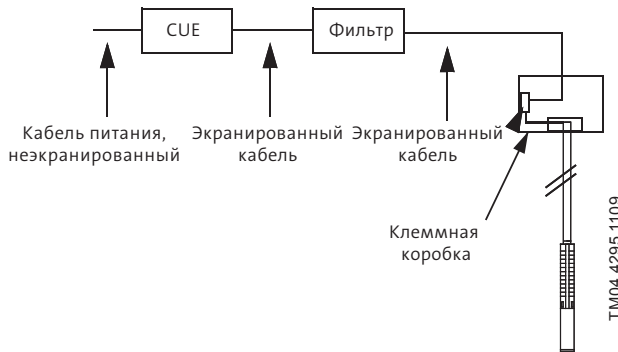

Рис. 3. Пример установки в зонах, чувствительных к радиопомехам
- Установка в зонах, чувствительных к радиопомехам (см. рис. 3).